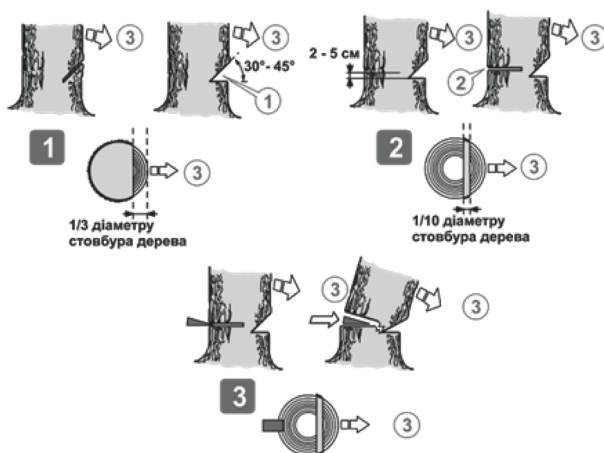

Рисунок 10. Послідовність різання під час валки дерева.
4. Запустити двигун. Пиляти дерево з того боку (3, рис. 10), куди воно має впасти (рис. 10). Під час пиляння не робити рухи тілом вперед-назад.
5. Виконати клиноподібний розпил (1, рис. 10) під кутом 30° - 45° , глибина якого приблизно дорівнює $1/3$ від товщини стовбура.
6. Виконати валочний розпил (2, рис. 10) із протилежного боку від клиноподібного розпили, на 2,5-5 см вище нижнього краю клиноподібного розпили. Зупинити валочне розпилювання, коли до внутрішнього краю клиноподібного розпили залишиться приблизно $1/10$ діаметра стовбура.